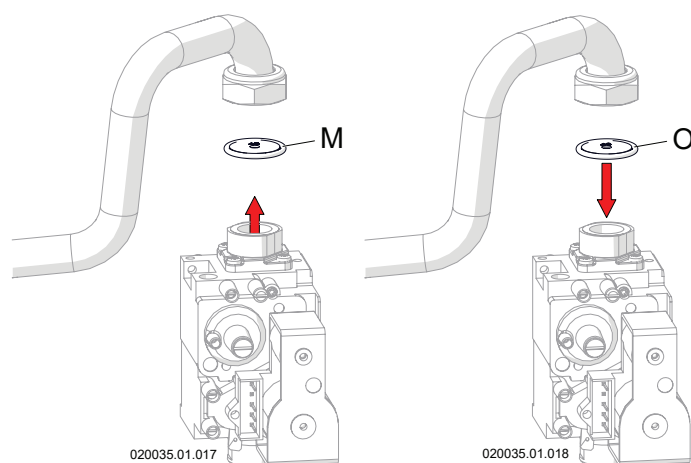

Figura 6-3 - Sostituzione ugello gas
- 9.- sostituire l'ugello del gas "M" (Figura 6-3) con quello indicato nella tabella (Figura 6-6) alla voce "Diametro ugello gas" completo del suo OR;